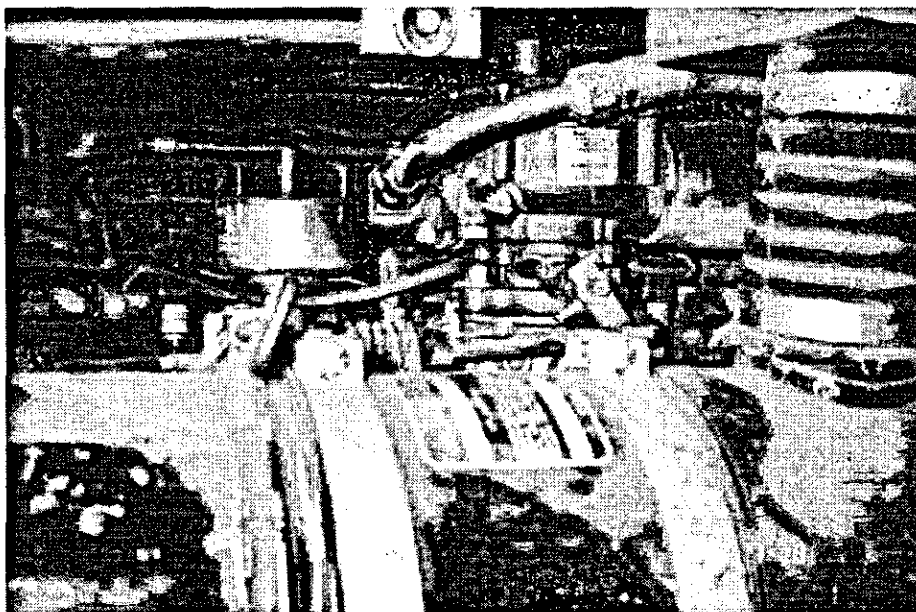

Figure 5 : Vis de puissance et de mélange sur un type de carburateur
- Ajuster le haut régime du moteur par le gouverneur, puis abaisser le niveau du CO à une lecture entre 0,5 et 0,8 %, à l'aide de la vis de puissance située généralement dans la partie inférieure du carburateur (figure 5).
- Faire tourner le moteur au ralenti et vérifier le niveau de CO. Pour abaisser ce niveau entre 0,1 % et 0,5 %, utiliser la vis de mélange (figure 5). Cette opération vous obligera à visser la vis de ralenti pour maintenir le ralenti initial. En effet, plus le niveau de CO est bas, plus l'alimentation du moteur est pauvre et celui-ci aura tendance à étouffer.